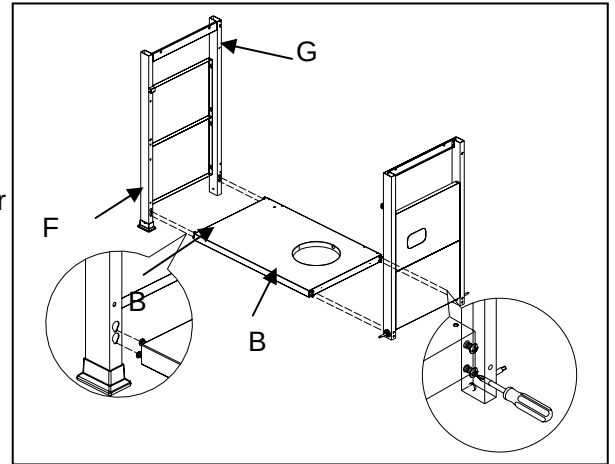

Fig. 5
- Afloje, pero no retire, los cuatro tornillos del panel inferior (B), los dos tornillos de la pata trasera izquierda del carrito (G) y los dos tornillos de la pata trasera derecha del carrito (J). Alinee los agujeros de los soportes triangulares con los tornillos del panel inferior (B) y de la pata trasera izquierda del carrito (G) y de la pata trasera derecha (J) para conectar el soporte triangular izquierdo y derecho (O, P) a la pata trasera izquierda del carrito (G) y la pata trasera derecha del carrito (J). Como se ilustra en la Fig. 5.